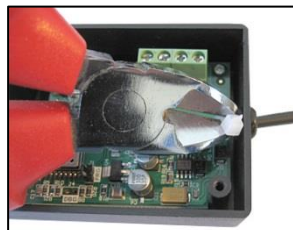

Bild 2
- Den Kabelbinder vorsichtig lösen (Bild 2)